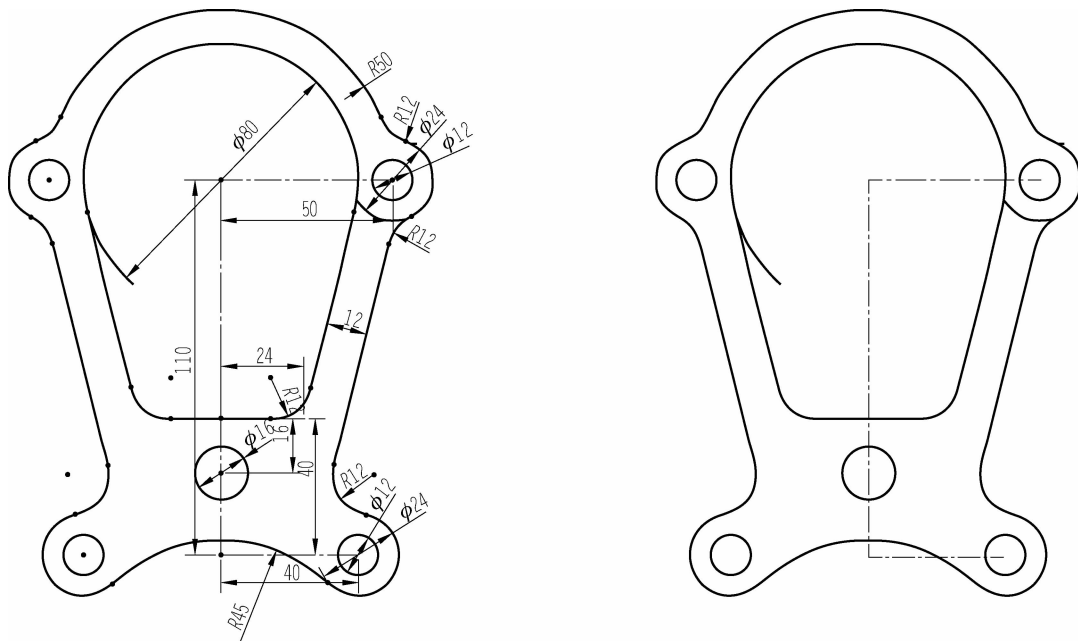

图 2-49 支架轮廓草图完成图
(11) 修剪多余曲线。在“草图”工具条中单击图标,修剪多余的曲线。
(12) 在“草图”工具条中单击图标,退出草图环境并保存文件,完成支架轮廓的草图绘制,如图 2-49 所示。